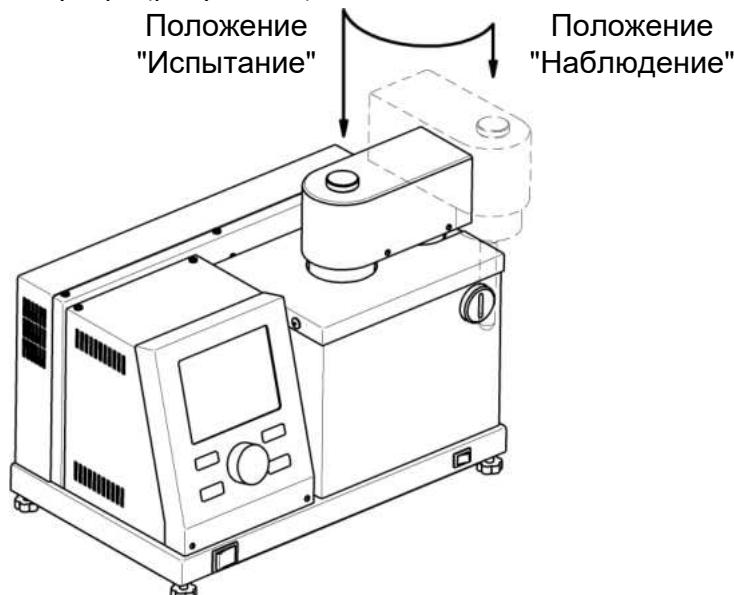

Рисунок 10 – Установка пробирки
- 4.5.1.1 Установить технологический блок в положение «**наблюдение**», затем подготовленную для испытания пробу залить в чистую пробирку до риски и вкрутить пробирку в технологический блок до упора (рисунок 10).
- 4.5.1.3 Залить в ячейку блока охлаждения примерно 3,5 мл чистого этилового спирта и установить технологический блок в положении «**испытание**» – при этом пробирка помещается в ячейку блока охлаждения (рисунок 10).